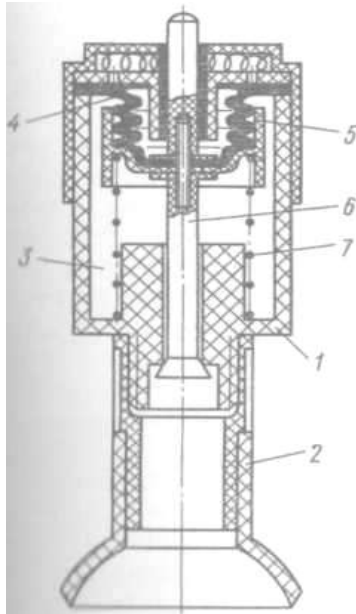

Рис.16. Сигнализатор ОП-9928 засоренности воздухоочистителя
1. Изучите устройство приборов ОР-9928, КИ-13948 (КИ-4870) и порядок работы с ними. Сигнализатор засоренности воздухоочистителя ОР-9928 (рис. 16) предназначен для определения степени засоренности и необходимости проведения технического обслуживания за воздухоочистителем автомобильных двигателей.